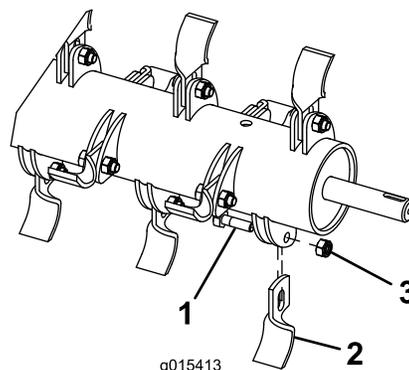

Figure 6
3. Montez une lame neuve et fixez-la avec un écrou et un boulon neufs (Figure 6).
1. Tenez la lame dans un chiffon ou un gant épais et déposez l'écrou, le boulon de la lame et la lame (Figure 6).